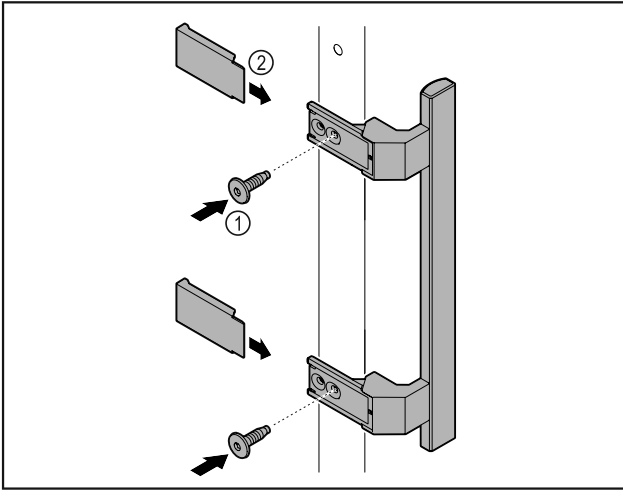

Fig. 5
- ▶ Meegeleverde greep met de meegeleverde schroeven Fig. 5 (1) op de deur aanbrengen.
- ▶ Afdekking Fig. 5 (2) plaatsen.